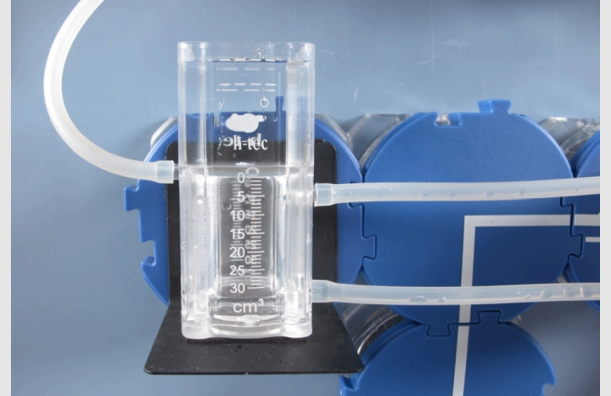

Abb. 3: Gasspeicher füllen
- Gasspeicher bis knapp unter die obere Markierung mit destilliertem Wasser füllen (Abb. 3).